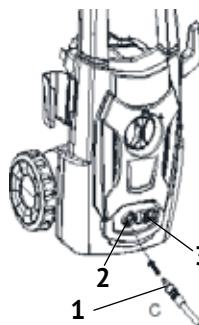

рис.4
7.1.3 Подключение шланга высокого давления к выходному штуцеру (рис.4):
- вставить быстrozажимной разъём шланга (рис.4 поз.1) в выходной штуцер (рис.4 поз.2);
- зафиксировать шланг кнопкой фиксатора (рис.4 поз.3).